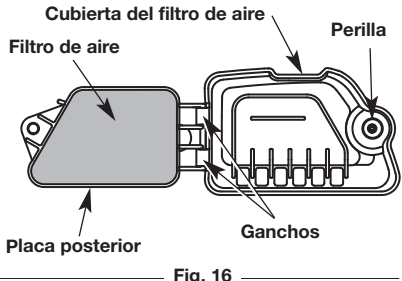

Fig. 16
1. Abra la cubierta del filtro de aire. Desenrosque la perilla del lado izquierdo de la cubierta. Menee la cubierta para abrirla (Fig. 16).
2. Quite el filtro de aire (Fig. 16).
6. Reemplace el filtro (Fig. 16).
7. Asegúrese de que la placa posterior esté bien puesta (Fig. 16).
8. Menee la cubierta del filtro de aire para cerrarla y apriete la perilla (Fig. 16).